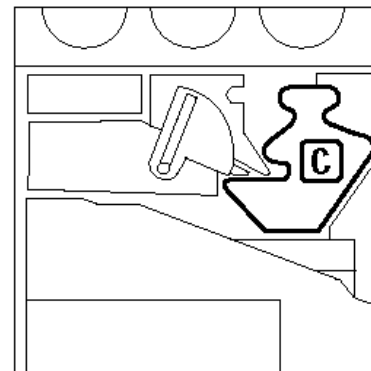

Figure 20 : Emplacement du récupérateur de développeur plein
- 3 Repérez le récupérateur de développeur (zone C dans la figure 20).